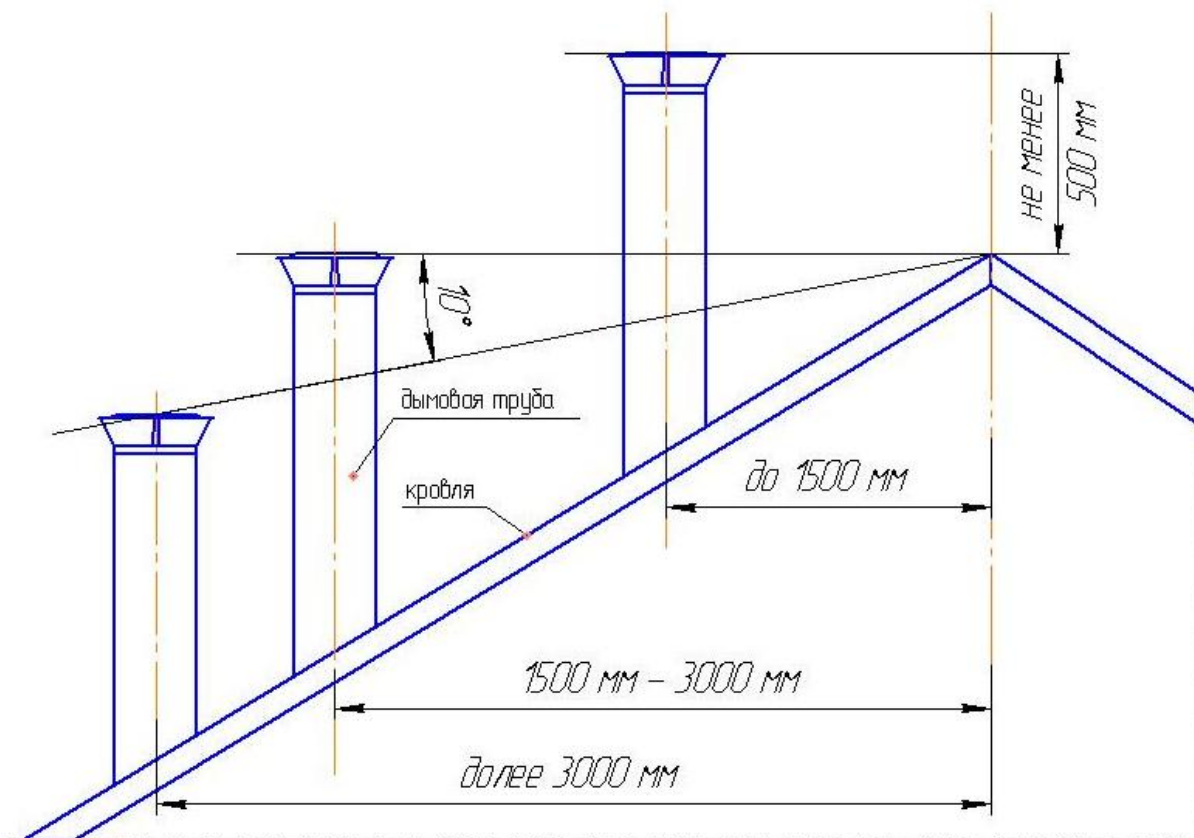

Рис. 4. Схема определения высоты наружной части дымовой трубы.
2.4. Возвышение дымовой трубы над кровлей следует принимать (Рис. 4):